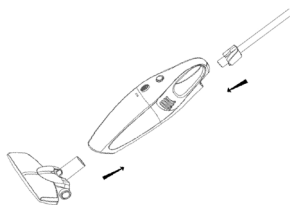

рис. 3
6.1.4 Вставьте трубку в корпус, совмещая пазы. Выберите необходимую насадку и подсоедините насадку к контейнеру пылесоса до фиксации. (рис. 3)